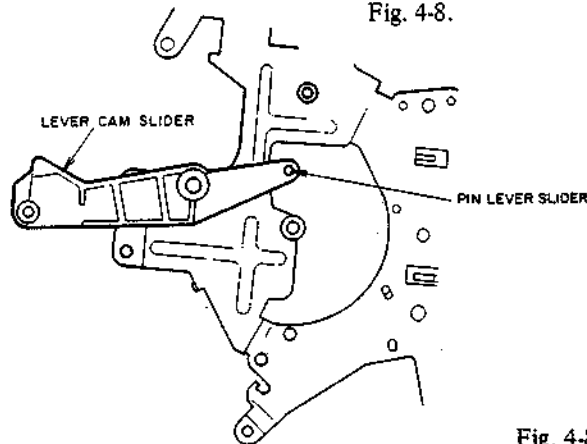

Fig. 4-8
4) Attach the LEVER CAM SLIDER as shown in Fig. 4-8.
4) Fixer le COULISSEAU DE LEVIER A CAME (LEVER CAM SLIDER) de la manière illustrée à la Fig. 4-8.